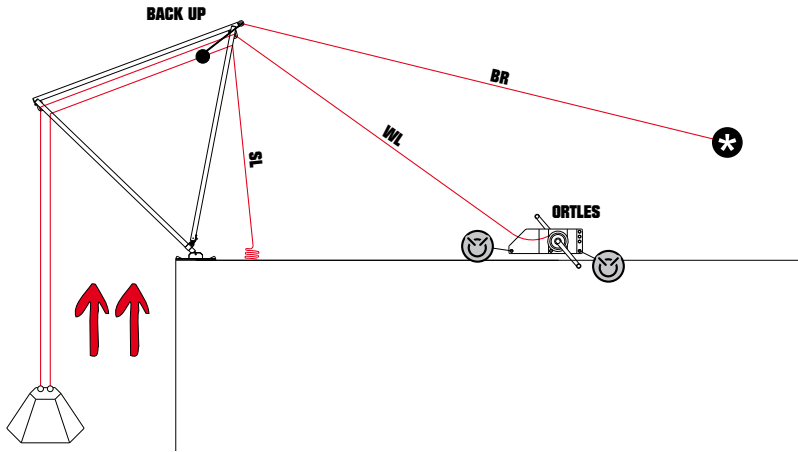

fig. 14
- récupération avec corde simple (fig. 13) et à double (fig. 14),